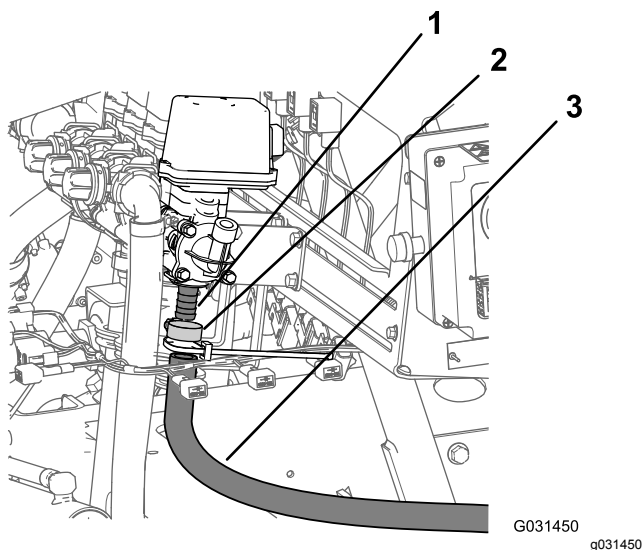

Рисунок 18
4. Снимите шланговый хомут, который крепит впускной шланг шлангового барабана к штуцеру типа «елочка» на клапане регулировки давления (Рисунок 18).
5. Отсоедините впускной шланг от клапана шлангового барабана (Рисунок 18).